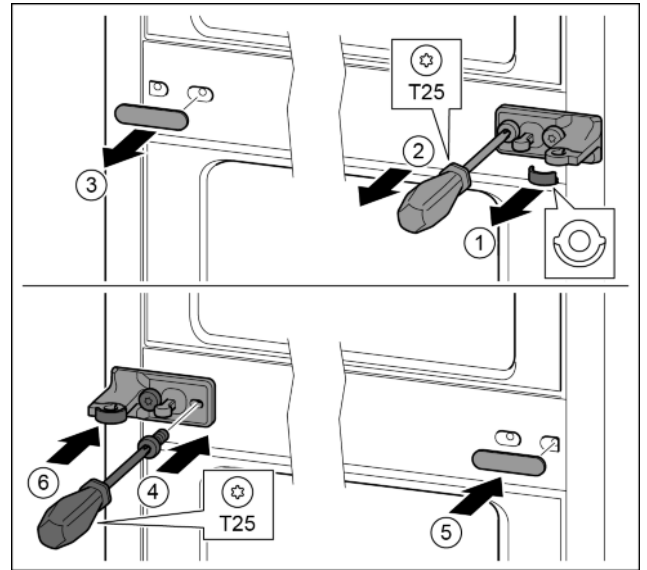

Fig. 14
- ▶ Вынуть шайбу. Fig. 14 (1)
- ▶ Выкрутить винты отверткой T25. Fig. 14 (2)
- ▶ Осторожно снять крышку. Fig. 14 (3)
- ▶ Плотно прикрутить опорный кронштейн с подкладкой с поворотом на 180° с другой стороны. Fig. 14 (4)
- ▶ Установить крышку с поворотом на 180° с другой стороны. Fig. 14 (5)
- ▶ Спереди надвинуть шайбу. Fig. 14 (6)